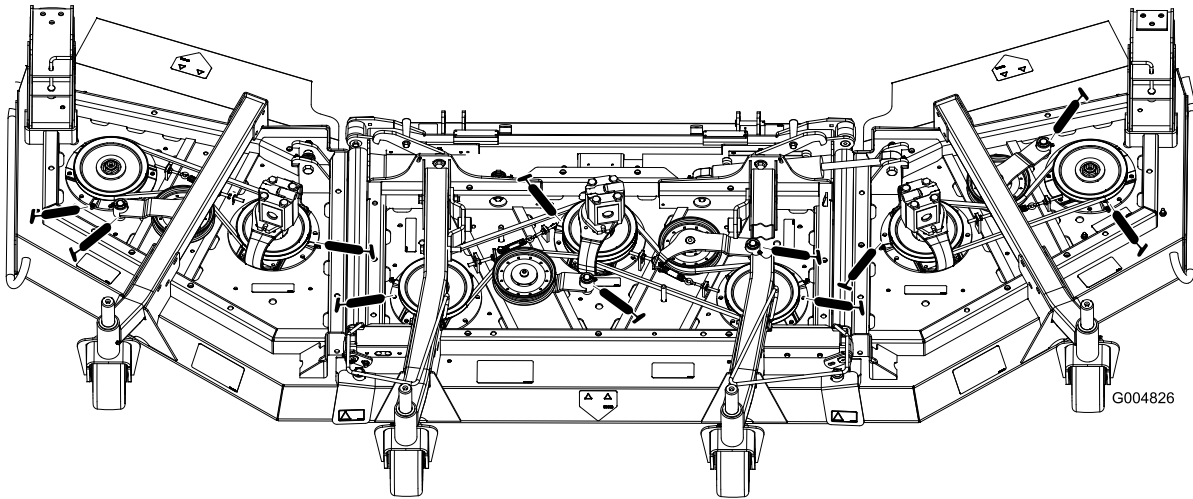

Figure 43
- Paliers d'axes de pivot (3) (sous la poulie) (Figure 43)
- Bagues de pivot de bras de poulie de tension (2) (Figure 43).